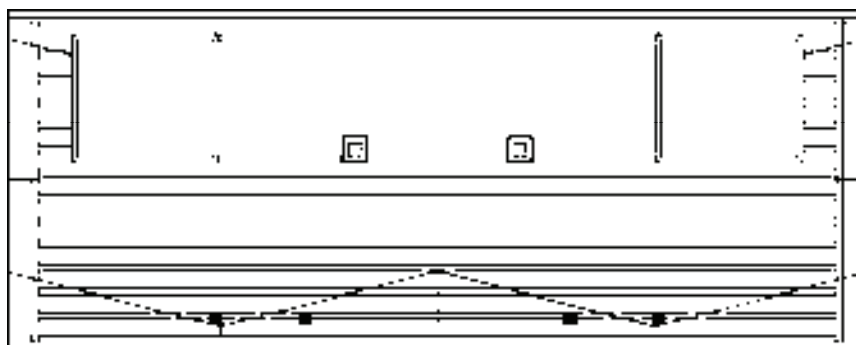

图 15-111 修剪线段
8) 调用“分解”命令，分解阵列结果；调用“修剪”命令，修剪线段，结果如图 15-111 所示。